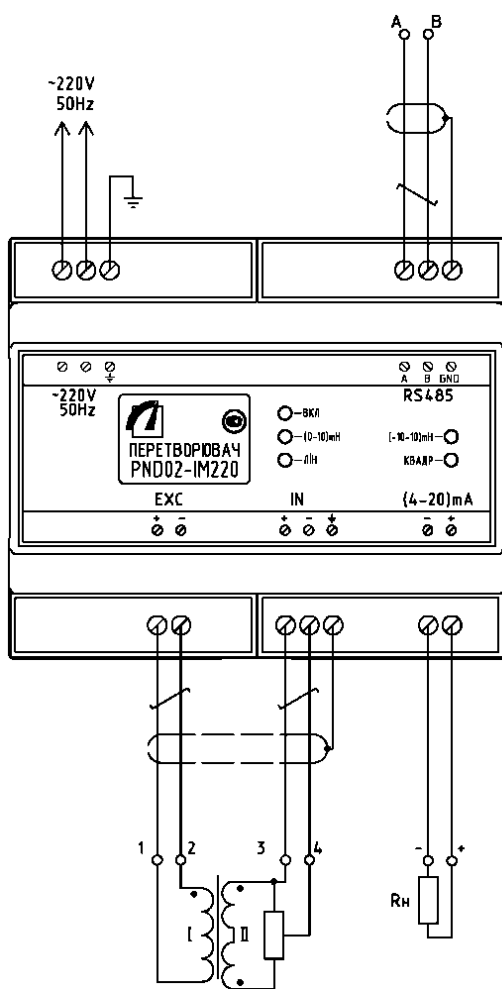

Рисунок 2
2.1.2 Перед включением питания преобразователей «~ 220 50Hz» исполнений PND02-IM220, PND02-I220, PND02-M220 необходимо убедиться в наличии и исправности заземления преобразователя. При работе преобразователя винт защитного заземления преобразователя должен быть постоянно заземлен (рисунок 2).